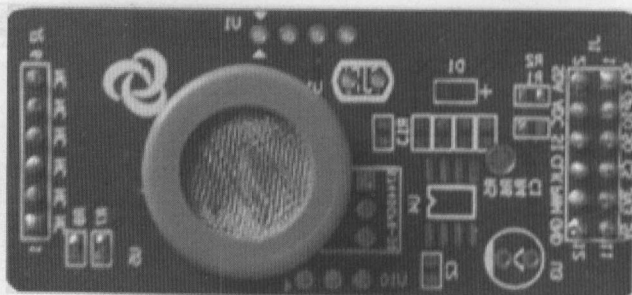

图 A.9
(2) 酒精传感器 AlcoholGas 如图 A.9 所示。